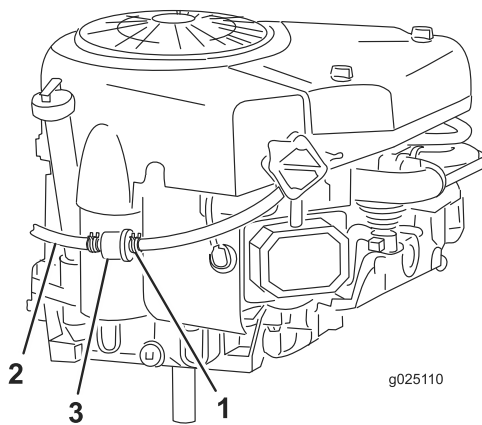

Figura 30
7. Apriete los extremos de la abrazadera y deslícela por el tubo de combustible hacia el depósito de combustible (Figura 30).
El mejor momento para cambiar el filtro de combustible (Figura 30) es cuando el depósito de combustible está vacío. No instale nunca un filtro sucio después de desmontarlo del tubo de combustible.